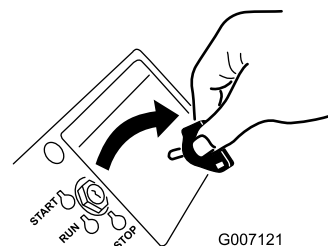

Figura 27
4. Retire la llave de contacto (Figura 27).